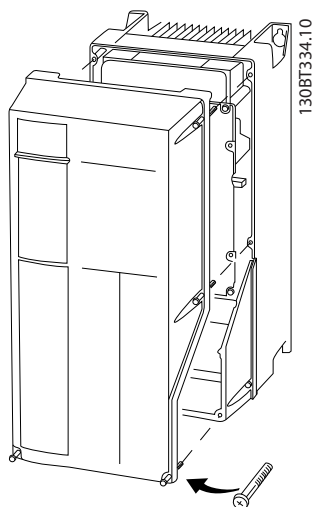

Ilustración 2.18 Acceso al cableado de control de las protecciones A4, A5, B1, B2, C1 y C2
- También puede retirar la cubierta frontal aflojando los tornillos de fijación. Consulte *Ilustración 2.18*.